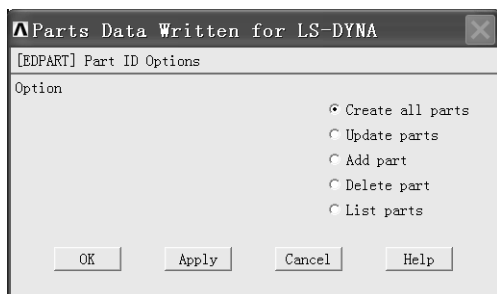

图 1-39 “Parts Data Written for LS-DYNA”窗口
(1) 依次选择 Main Menu>Preprocessor>LS-DYNA Options>Parts Options, 弹出“Parts Data Written for LS-DYNA”窗口 (见图 1-39)。